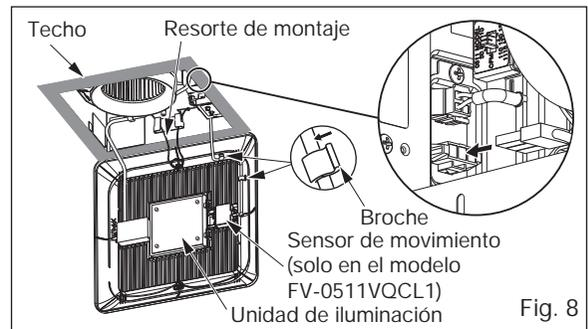

Fig. 8
10. Inserte el resorte de montaje de la parrilla del lado del cableado en la ranura e inserte el conector de enchufe en el compartimiento de la unidad de iluminación. (Fig.8)
11. Inserte el sensor de movimiento en la parrilla y dirija el cable como se muestra. (Fig. 8)